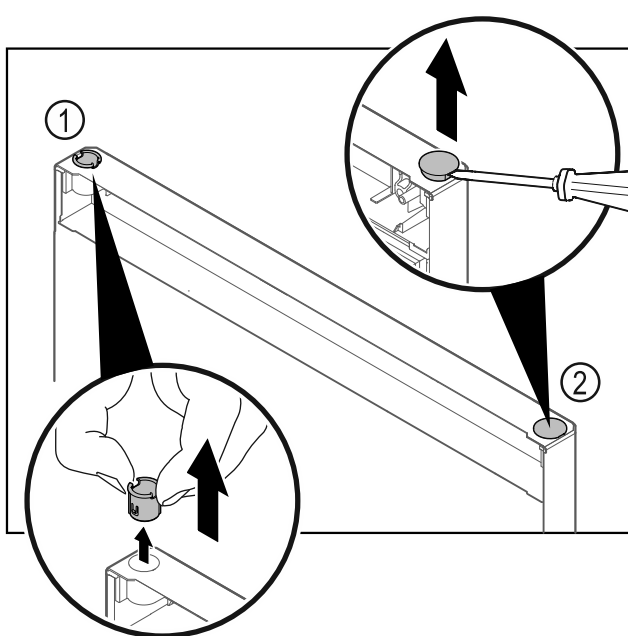

Fig. 29 Porta del vano congelatore
- Estrarre la boccola cerniera Fig. 29 (1) con le dita.
- Con un cacciavite a testa a intaglio sollevare con cautela il tappo Fig. 29 (2) ed estrarlo.